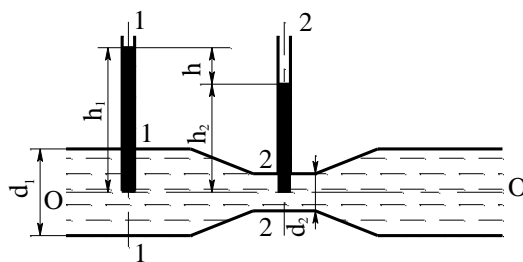

Рис. 21
**Задача 4.** Определить расход воды  $Q$  в трубе диаметром  $d_1 = 250$  мм, имеющей плавное сужение до диаметра  $d_2 = 125$  мм, если показания пьезометров: до сужения  $h_1 = 50$  см; в сужении  $h_2 = 30$  см. Коэффициент расхода  $\mu = 0,98$  (рис. 21).